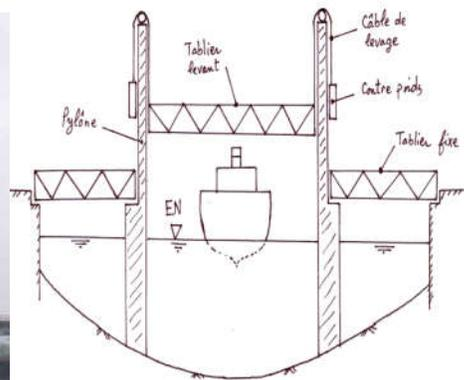

Fig.7 Schéma d'un pont levant.
2. **Pont levant** : le tablier est soulevé par des câbles vers les sommets de deux pylônes. L'équilibre est assuré par 2 contre poids (fig. 7).